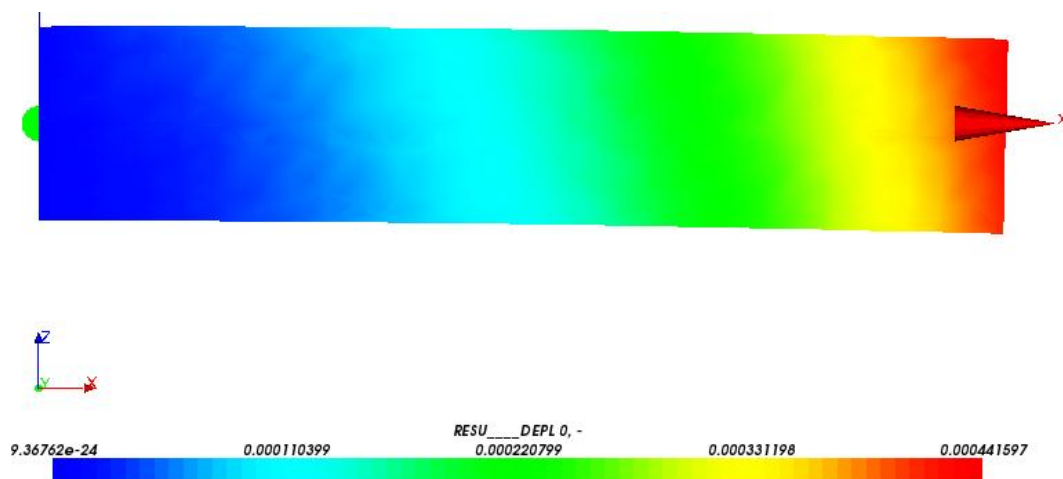

図 35 変位分布図 [m]
- ③Scalar Bar Properties が表示されるが、何も変更せずに「OK」を選択して閉じる。
- ④0>ScalarDef.Shape 上で右クリックし、Show Only を選択すると、変位分布が表示される。最大 0.4mm の変位を確認した。(図 35 参照)